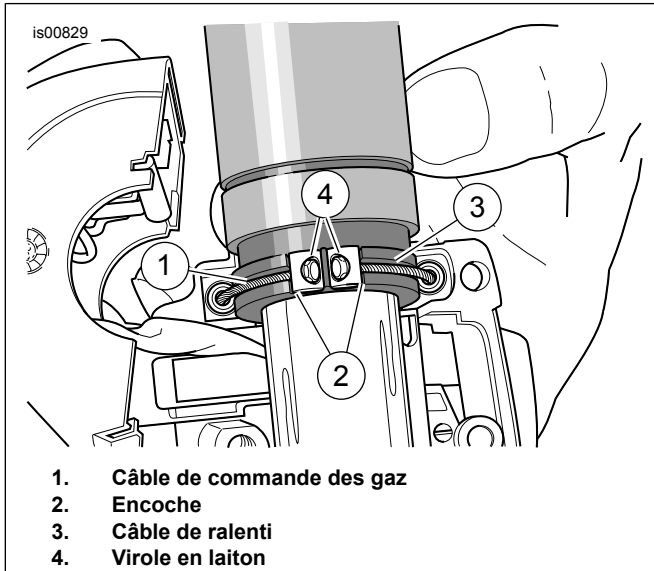

Figure 8. Câbles de commande des gaz/de ralenti
5. Voir Figure 8 . Retirer les viroles en laiton des encoches sur le côté intérieur de la poignée de commande des gaz. Retirer les viroles des raccords d'extrémité de câble.
1. Voir Figure 8 . Enduire légèrement de graphite la poignée de commande des gaz à l'intérieur du boîtier commutateur et à l'extrémité de commande des gaz du guidon.
6. Voir Figure 8 . Positionner le boîtier commutateur inférieur sous la poignée de commande des gaz. Installer deux viroles en laiton (56508-76) du kit sur les câbles en installant les viroles dans leurs encoches respectives sur la poignée de commande des gaz. Les câbles doivent être bien pris dans les rainures moulées sur la poignée.